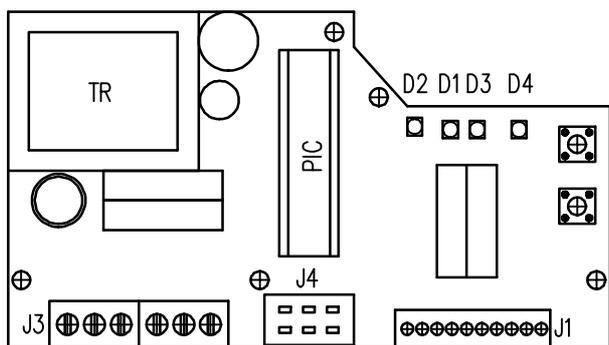

Рис.9
4.6 Настройка регулятора положения (рис.9)
Размещение устанавливающих и сигнализирующих элементов на доске регулятора REGADA находится на рис.9: